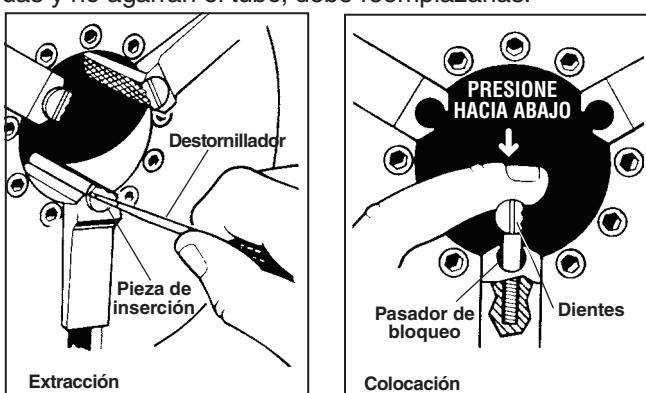

Figura 31 – Cambio de las piezas de inserción de la mordaza
1. Coloque un destornillador en la ranura de la pieza y gire 90 grados a izquierda o a derecha. Extraiga la pieza de inserción (*Figura 31*).
2. Coloque la pieza de inserción de lado sobre el pasador de bloqueo y presione hacia abajo a fondo (*Figura 31*).